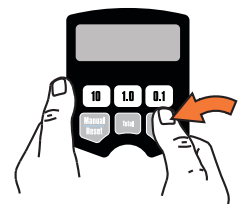

図 26
- c. **自動 / リセット** ボタンを再度押して保持すると、[校正メニュー] が表示されます (図 26 ページの 18)。このメニューが表示されると、[CAL] が画面上で点滅します。
校正図 26